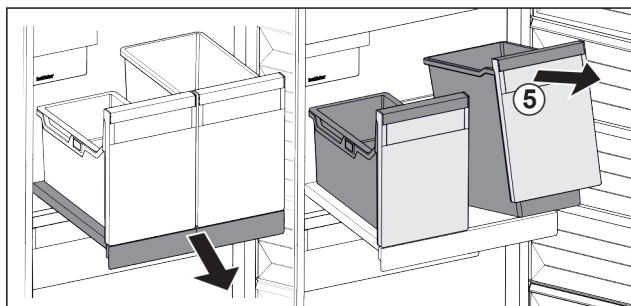

Fig. 123
- ▶ Nádoby Fig. 123 (5) vpředu nadzvedněte.